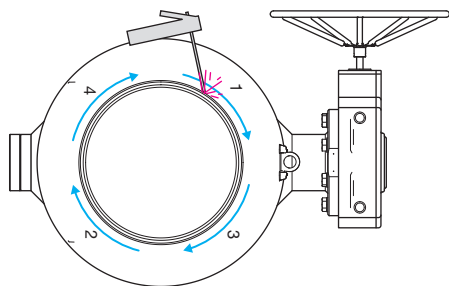

Рис. 5. Выполнение сварных швов
- Швы между переключками привариваются так, как показано на рис. 5 и 6. Последовательность сварки: 1-2-3-4.